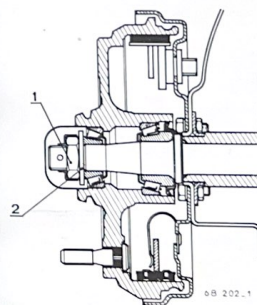

Fig. 6.8. Bujete trasero.
Con una herramienta adecuada o mediante golpes laterales, se quita el tapón de reserva de grasa. Se retira el pasador de la tuerca (1) y se quita ésta (fig. 6.8) y su arandela de apoyo (2).